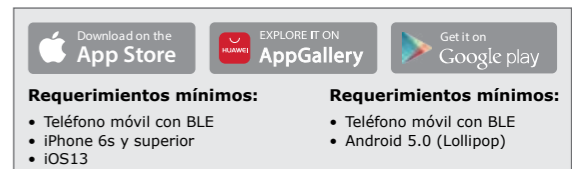

FIGURA 27
1. Escanee el código QR debajo de la Figura 27.